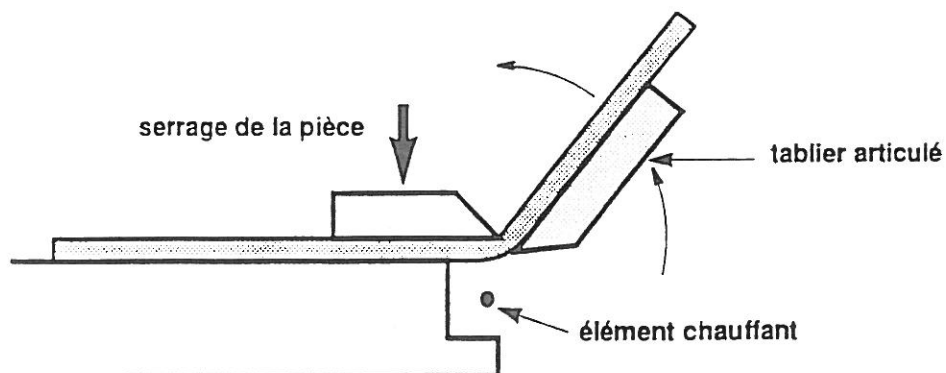

fig. 70
- Des plieuses possèdent un tablier, c'est à dire une pièce mobile qui force le pli (fig. 70) :